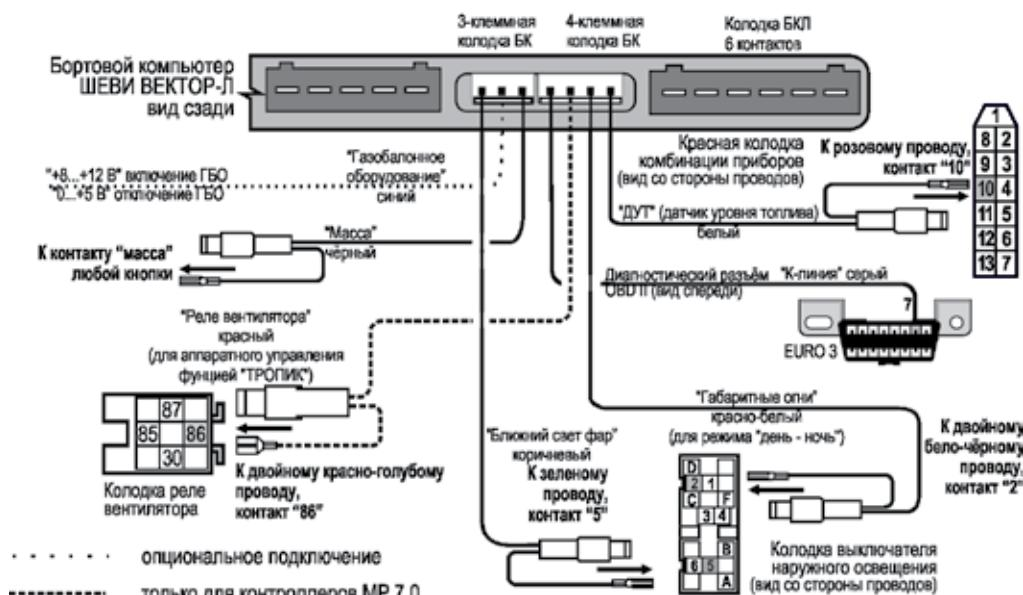

Рис. 13 Схема подключения жгута №1 и №3 для а/м с БКЛ до 2009 г.
4.4 Подключение жгута №1. (см. Рис.13).
4.5 Подключение жгута №3. (см. Рис.13)
Для автомобиля с установленным газобаллонным оборудованием, синий провод "Сигнал ГБО" (см. Рис.13), рекомендуем подключать двумя способами - либо к управляющему выводу клапана жидкой фазы или эмулятора форсунок (на этом выводе появляется +8...12 Вольт при включении подачи газа), либо к управляющей кнопке (нужно найти в разъеме кнопки провод, на котором появляется +8...12 вольт при включении газа).